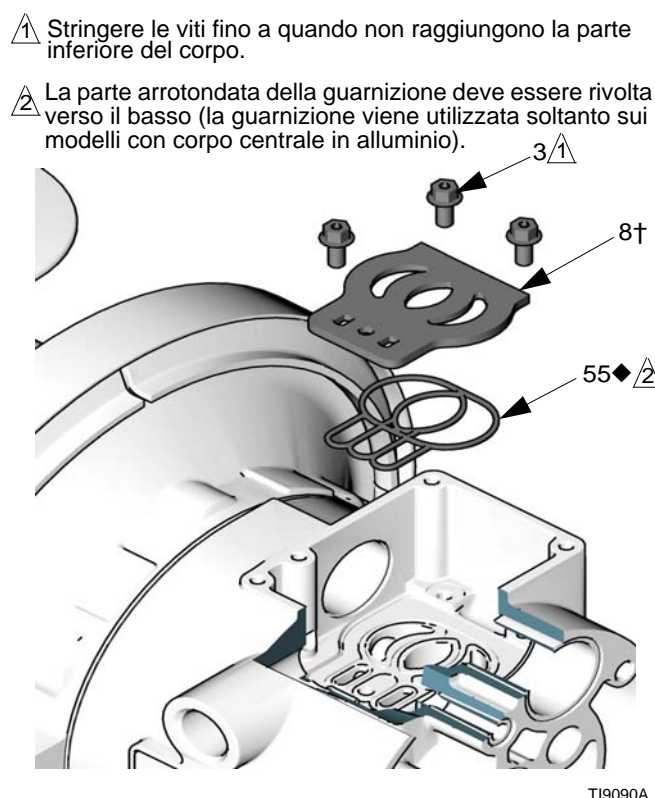

FIG. 8
5. Verificare che la piastra della valvola (8) sia in posizione. Se danneggiato, utilizzare un cacciavite torsiometrico (T20) o una chiave fissa a tubo da 7 mm (9/32 poll.) per rimuovere le tre viti (3). Rimuovere la piastra della valvola (8). Fare riferimento alla FIG. 8.
2. Nei modelli con corpo centrale in alluminio, installare la guarnizione della piastra della valvola (55◆) nella scanalatura sul fondo della cavità della valvola. La parte arrotondata della guarnizione **deve essere rivolta verso il basso** nella scanalatura. Fare riferimento alla FIG. 8.
3. Installare la piastra della valvola (8†) nella cavità, sigillare. Installare le tre viti (3), utilizzando un cacciavite torsiometrico (T20) o una chiave fissa a tubo da 7 mm (9/32 poll.). Serrare fino a quando le viti non raggiungono il fondo del corpo. Fare riferimento alla FIG. 8.